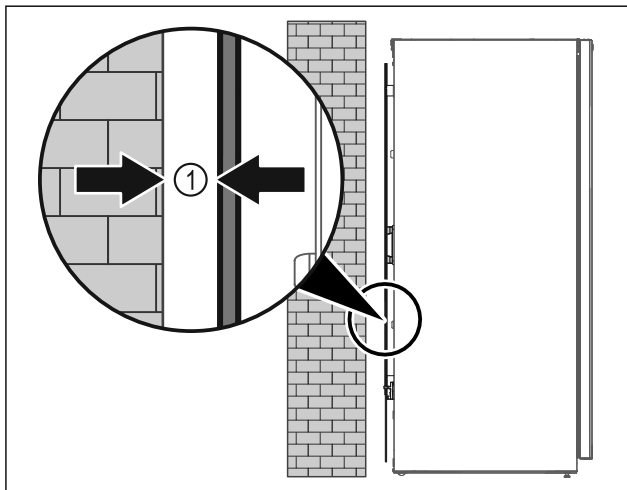

Fig. 27
- Posizionare l'apparecchiatura in un punto a piacere del locale (libera installazione) oppure addossato a una parete a una distanza minima di 5 mm Fig. 27 (1).